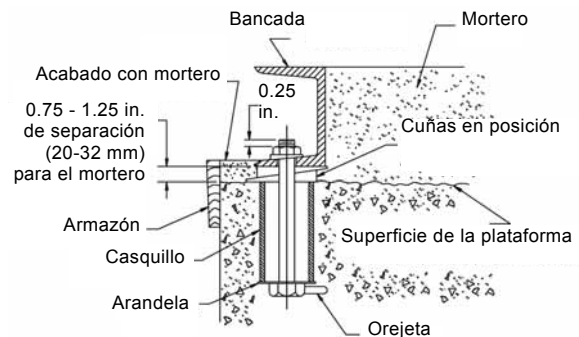

Fig. 1 Instalación de un perno de anclaje
3. Introduzca los pernos de anclaje en casquillos para proporcionar tolerancia de posicionamiento. Consulte la fig. 1.
6. Construya un armazón alrededor de la plataforma de concreto y vierta mortero en la bancada, como muestra la fig. 1. El mortero compensará los desequilibrios de la plataforma, distribuirá el peso de la bomba e impedirá que se desplace.